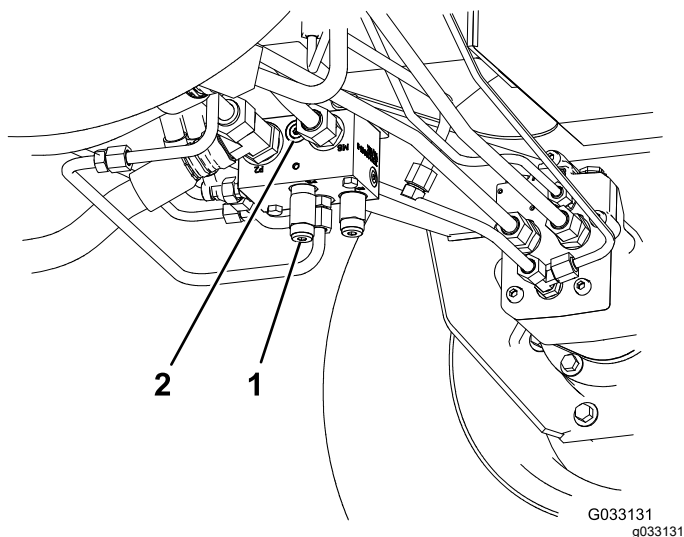

図 41
1. 後部走行マニホールドのポート M8 と P2 との間にあるマークなしのポートに故障診断用フィッティングを取り付ける 図 41。